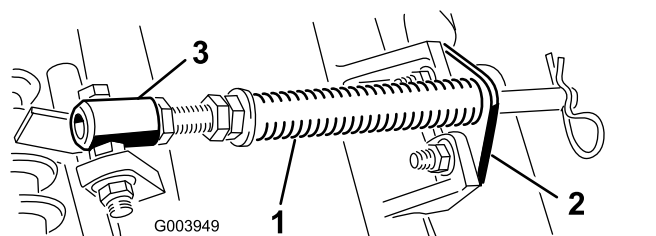

図 4
- A. カッティングユニットのタブにロッドブラケットを固定しているキャリッジボルト2本を外す **図 4**。
- B. スプリングチューブボルトをキャリアフレームのタブに固定しているフランジナットを外して **図 4** アセンブリを取り外す。
**注** ボルトは、**図 4** に示すように、頭部が外側にくるように取り付ける。